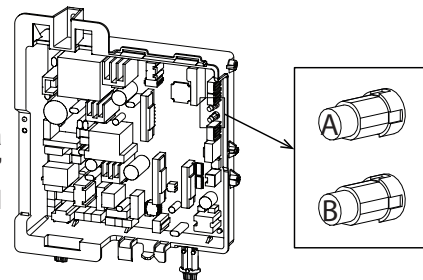

Fig. 1
2. En el PCB, mantener pulsado el botón 'B' (Fig. 1) durante 1 segundo. La pantalla del panel de control mostrará 'dES'. Volver a pulsar el botón 'B' durante 1 segundo de nuevo. Repetir este paso hasta que la pantalla del panel de control muestre '55'.
3. Una vez que la pantalla del panel de control muestre '55', en el PCB presionar y mantener presionado el botón 'A' (Fig. 1) hasta que la pantalla muestre 'SCL'.